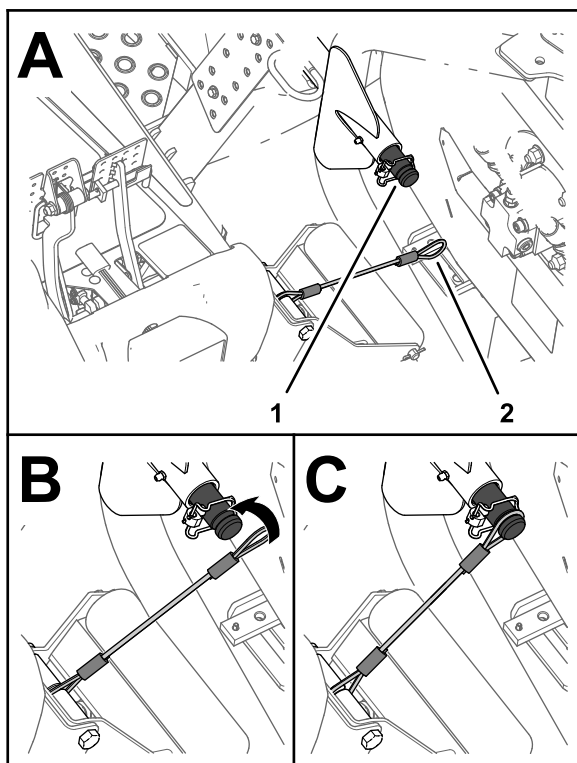

Figure 71
5. Placez le cordon devant l'arbre porteur du bras de levage de l'unité de coupe extérieure avant (Figure 71).
6. Enfilez la boucle du cordon sur l'arbre porteur et engagez-le complètement dans la gorge de l'arbre (Figure 71).